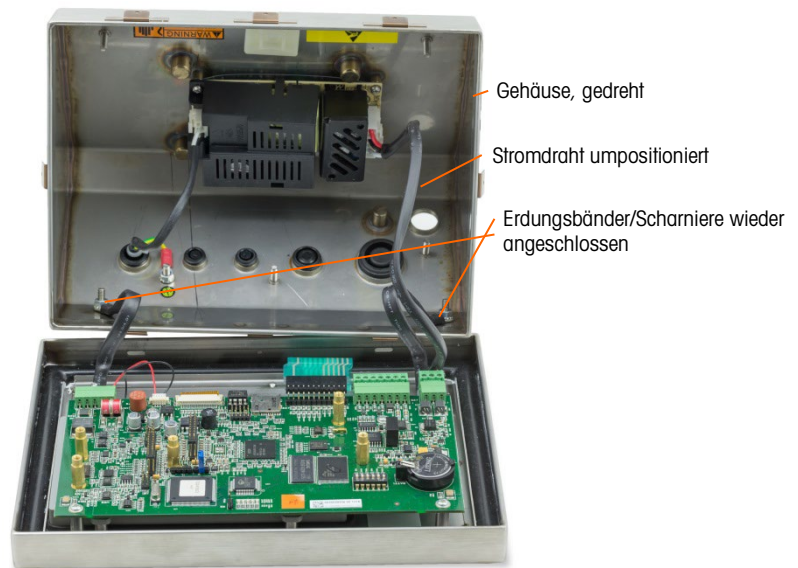

Abbildung A-11: Gehäuse umgekehrt
- Drehen Sie das Gehäuse vorsichtig um 180 Grad und befestigen die beiden Erdungsbänder mit den zwei Muttern, die in Schritt Abbildung A-11 ausgebaut wurden, wieder an den beiden Bolzen nahe den Kabelfüllen. Ziehen Sie die zwei Muttern fest.